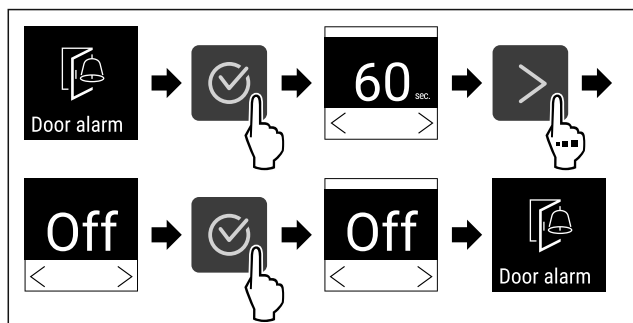

Fig. 118
- ▶ Izvedite zahtevane korake (glejte Fig. 118).